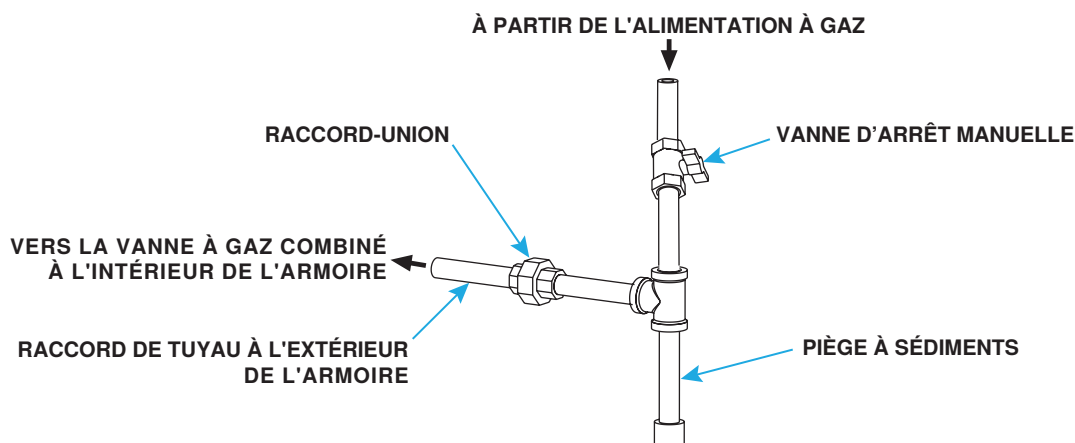

Figure 9. Raccordements de gaz
- Installez un raccord à joint rodé et une valve d'arrêt manuelle (voir Figure 9) en amont du système de commande de l'appareil.
- Le branchement bouché de 1/8 pouce dans la valve d'arrêt à la Figure 9 permet un branchement pour l'essai de pression du conduit d'alimentation.
- Le *National Fuel Gas Code* requiert l'installation d'un piège avec un point de purge de 3 pouces (minimum) (voir Figure 9). Les codes locaux peuvent exiger un point de purge de plus de 3 pouces (typiquement 6 pouces). Pour permettre le démontage du brûleur, ce pied d'égouttement doit dépasser du bord de l'appareil de chauffage.
- Le branchement du gaz est effectué au bout du tuyau qui dépasse du boîtier, comme montré dans la Figure 9. Les tailles des branchements de gaz sont données au Tableau 9.